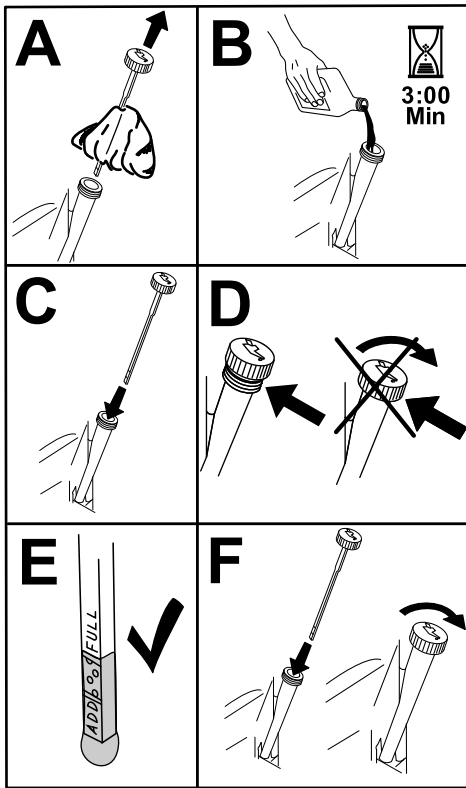

Figura 29
5. Vierta lentamente un 80% aproximadamente de la cantidad especificada de aceite por el tubo de llenado (Figura 29).